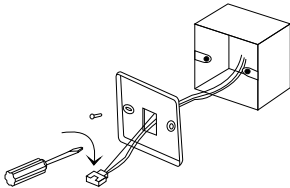

Рис. 4
3. Как показано на рис. 4, закрутите 4x20 мм шурупы и прикрепите панель, таким образом, чтобы провода выходили через отверстие в крышке.